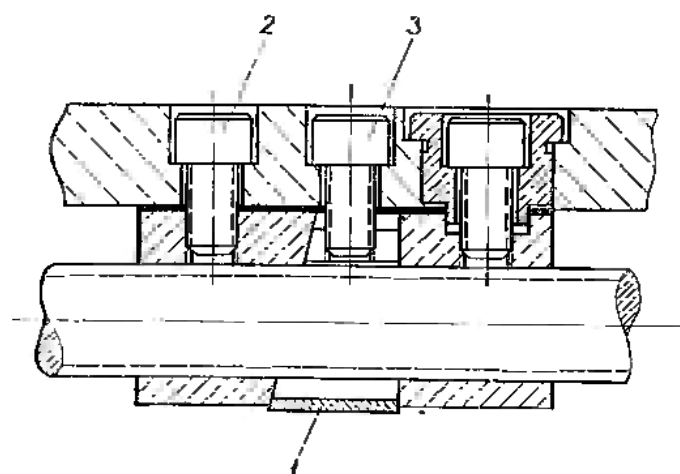

Рис. 18. Регулирование люфта гайки поперечной подачи суппорта
6. Мертвый ход винта поперечного перемещения суппорта, возникающий при износе гайки винта поперечной подачи, выбирается посредством клина 1 и винта 3 (рис. 18).